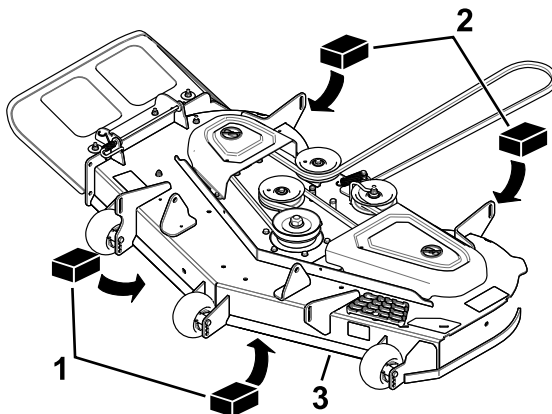

Figura 65
3. Coloque dos bloques de 6.6 cm (2⁵/₈") de grosor debajo de cada lado del borde delantero de la carcasa, pero no debajo de los soportes de los rodillos protectores del césped (Figura 65).
4. Coloque dos bloques de 7.3 cm (2⁷/₈") de grosor debajo del borde trasero del faldón de la carcasa de corte, uno en cada lado de la carcasa de corte (Figura 65).